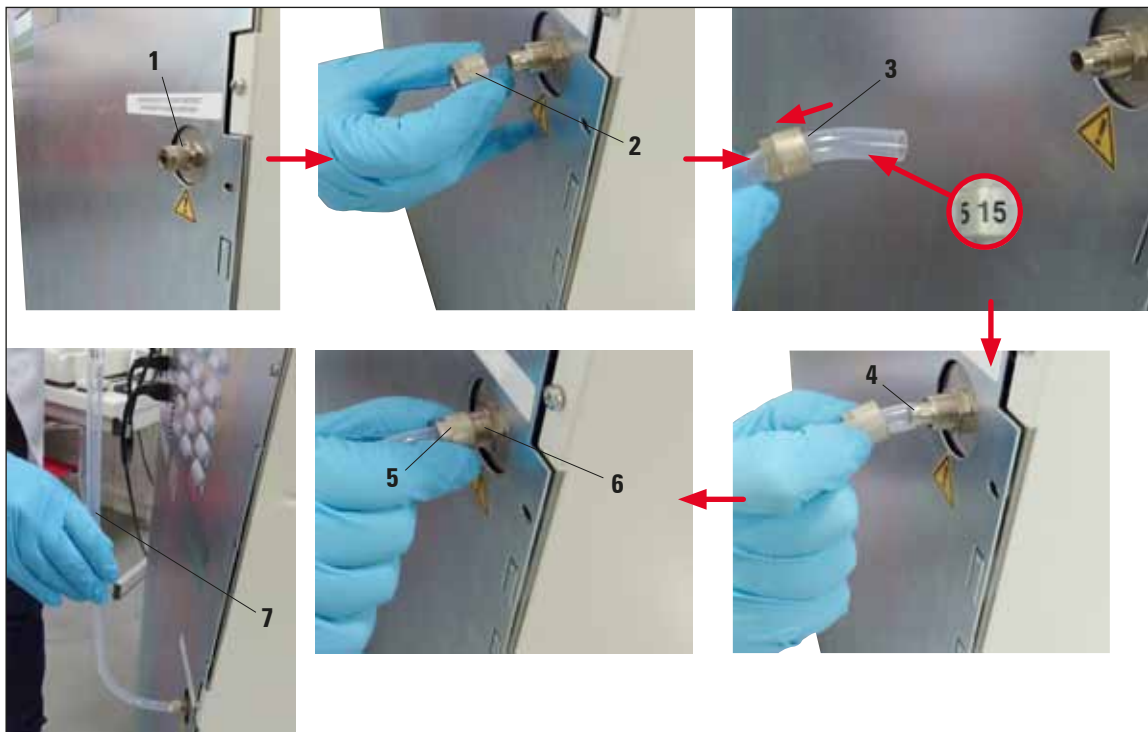

Fig. 90
Le raccord de l'air d'évacuation (Fig. 90, 1) est situé au dos de l'appareil.
1. Desserrer l'écrou (Fig. 90, 2) du raccord (Fig. 90, 1), et le pousser sur l'extrémité coudée du tuyau marqué "15" (Fig. 90, 3).
2. Pousser l'extrémité coudée du tuyau marqué "15" aussi loin que possible sur l'un des embouts du raccord (Fig. 90, 4).
3. Visser fermement l'écrou (Fig. 90, 5) sur le filetage du raccord pour fixer le tuyau d'évacuation (Fig. 90, 6).
4. Tourner le tuyau d'évacuation en position verticale (Fig. 90, 7) et raccorder le tuyau marqué "20" au tuyau d'évacuation externe.